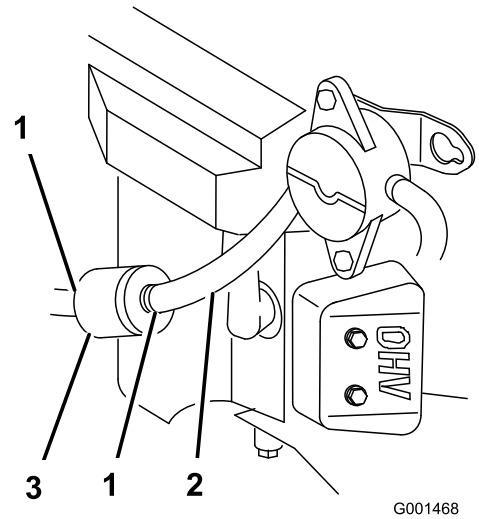

Figure 52
2. Nettoyez la surface autour du bouchon du réservoir de carburant pour éviter que des débris ne tombent à l'intérieur du réservoir (Figure 52).
4. Pincez les extrémités des colliers et éloignez les colliers du filtre (Figure 52).